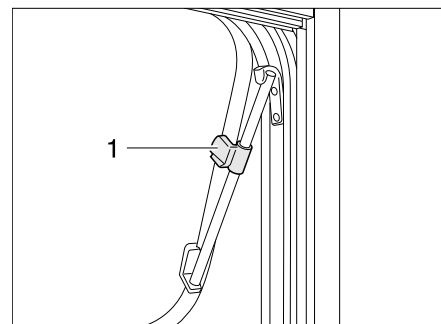

Bild 39 Ausstellfenster mit Dreh-Ausstellern, geöffnet
- Ausstellfenster bis zur gewünschten Stellung öffnen und mit Rändelknopf (Bild 39,1) feststellen.
- Rändelknopf (Bild 39,1) drehen, bis Arretierung freigegeben wird.